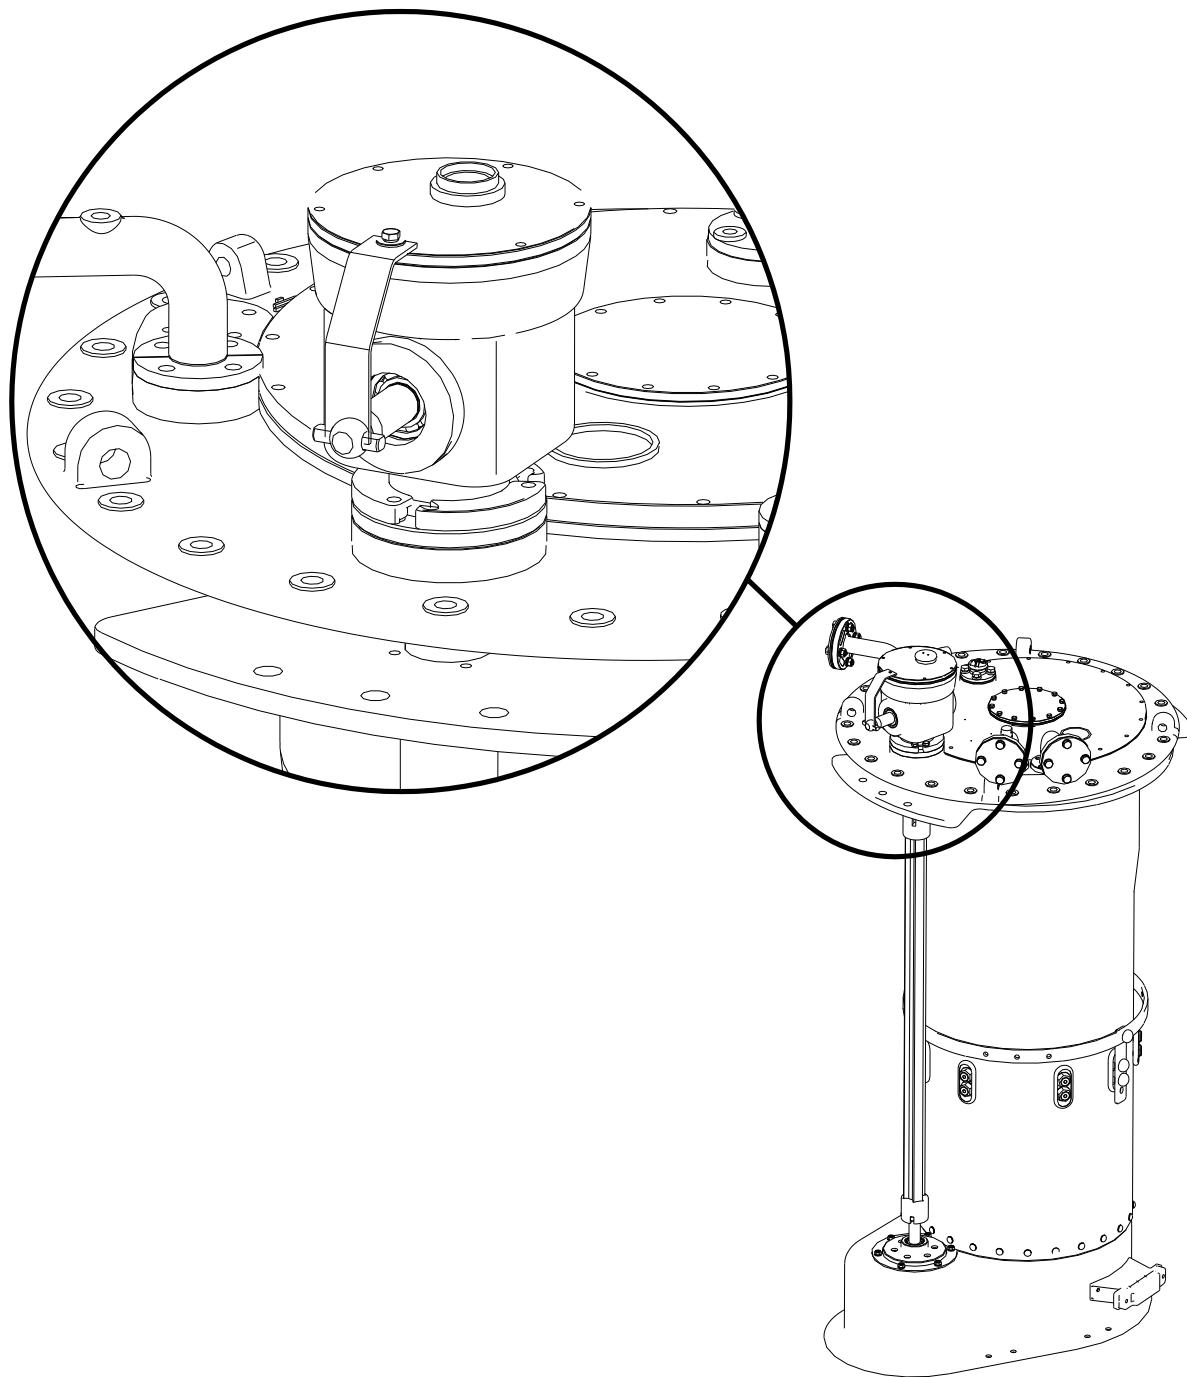

图 5-2 圆齿轮盒上的限位板固定位置
1. 确认有载分接开关圆齿轮盒上的限位板有没有按照下图所示锁紧。(见图 5-2);